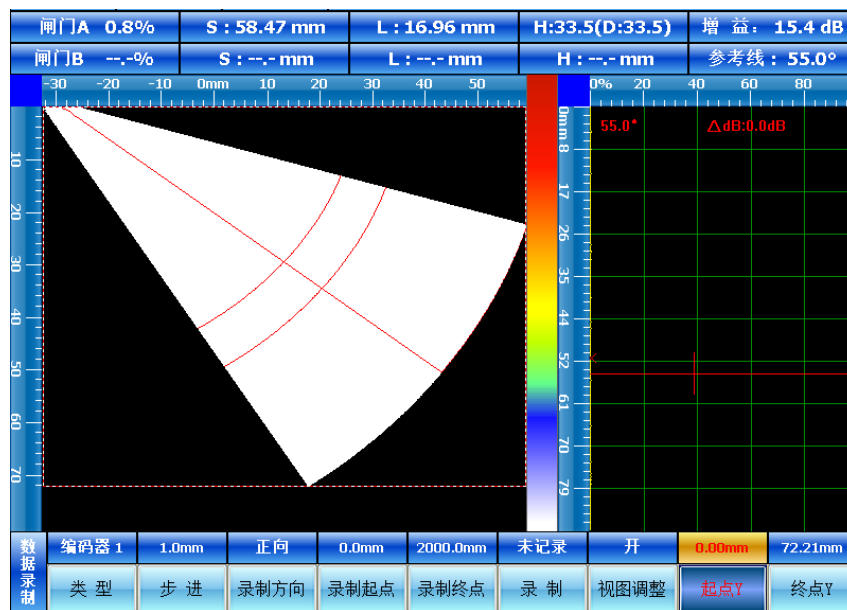

图4.26
**起点偏转：**调整视图区域，视图调整开启状态下可用（如图4.26）。通过**起点**和**终点**按钮，调整视图区域的位置，如图中红色虚线框。再次点击**起点**和**终点**按钮，可以切换高度调节和水平调节。